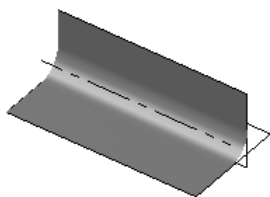

图 5.3.8 中心线
- ☒ **中心(C)** 复选框：用于设置创建圆角曲面的中心线，如图 5.3.8 所示。